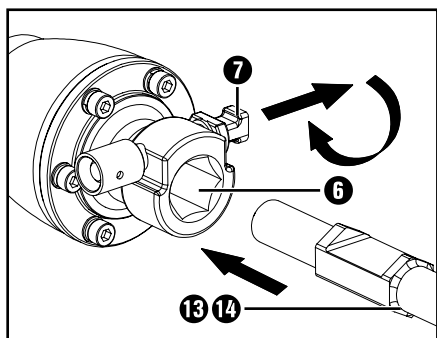

Fig. 2
- ◆ Inserte el cincel **13/14** con la parte fresada en dirección al perno de bloqueo **7** (consulte la fig. 2).